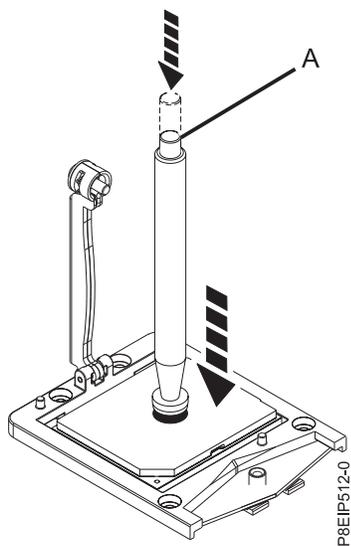

図 82. 取り外しツールをシステム・プロセッサ・モジュールの上を下ろす
3. 真空ペン・ツールを、取り付けるシステム・プロセッサ・モジュールの上を下ろします。ペン (A) の上部を完全に押し込み、ペンをプロセッサ・モジュールの中央に保持します (73 ページの図 82 を参照)。ペンの上部を放して、ペンをプロセッサ・モジュール上に固定します。